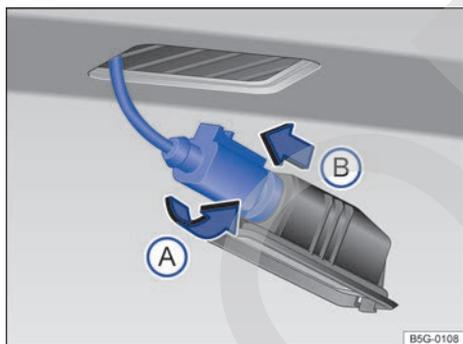

Fig. 173 Luz de matrícula: desmontaje del portalámparas.
- 4 Gire el portalámparas en el sentido de la flecha → fig. 173 (A) y extráigalo junto con la lámpara en el sentido de la flecha (B).
- 6 Coloque el portalámparas en la unidad de iluminación y gírelo en el sentido contrario al de la flecha (A) hasta el tope.